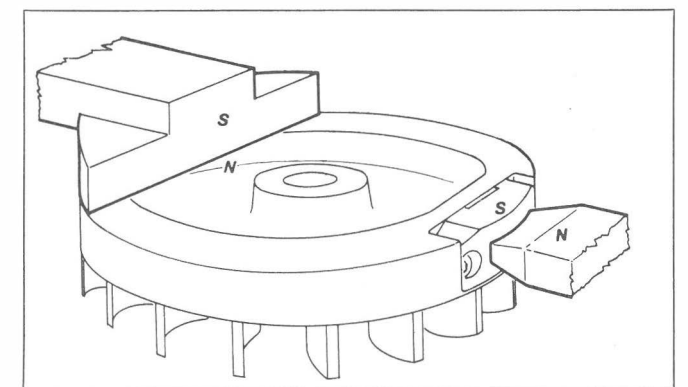

Fig. 43
- Placer le volant dans l'appareil en l'appuyant aux espansions polaires, comme par tableau, c'est-à-dire avec le rotor porte aimant tourné vers le pôle Nord du magnétiseur (Fig. 43).
- Place flywheel in the apparatus laying it on pole shoes, as in (Fig. 43), with magnet holder rotor facing positive pole of magnetizer.
- Grundend und mit Magnetträgerrotor nach dem positiven Pol der Magnetisator gewendet (Abb. 43).